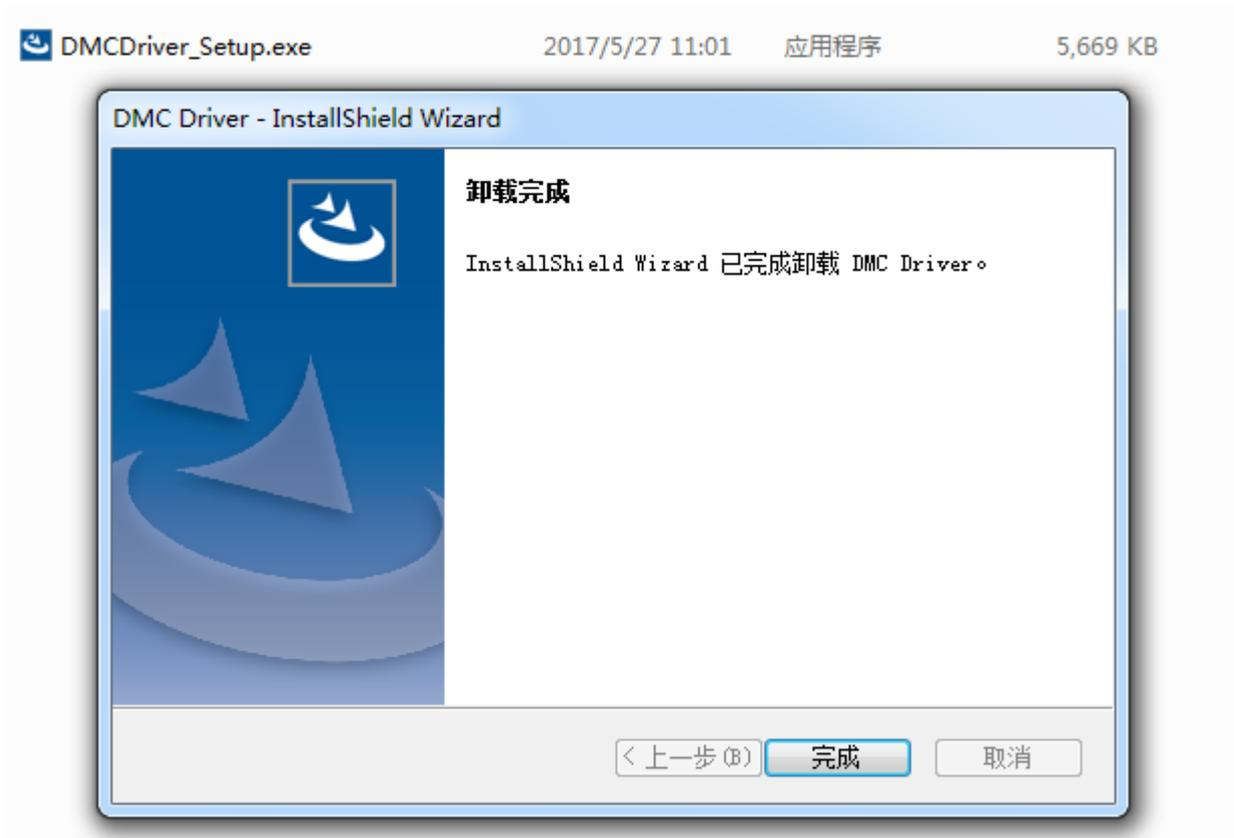

图 4.14 完成驱动程序的卸载
3、卸载完成后，显示界面如图 4.14 所示，点击“完成”，完成卸载。